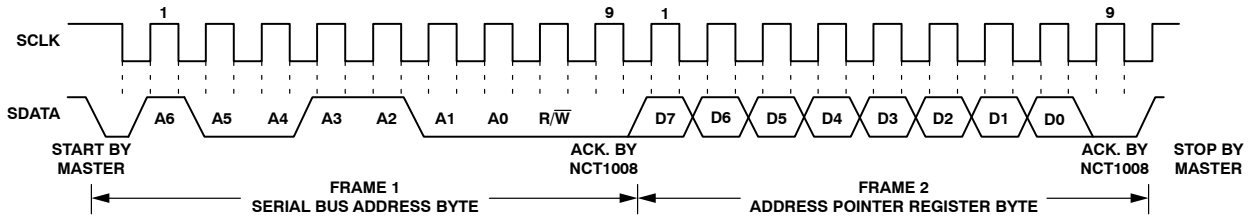
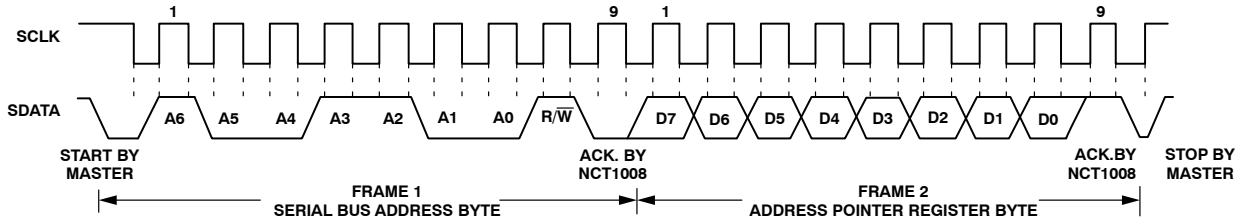

Figure 16. Writing to the Address Pointer Register Only
Figure 17. Reading Data from a Previously Selected Register
- NCT1008のアドレス・ポインタ・レジスタ値が未知かまたは希望の値ではない場合、まずそれを正しい値に設定してから、希望のデータ・レジスタからデータを読み出す必要があります。これは上記のとおり、NCT1008に書き込んで行いますが、レジスタの読み出しアドレスを含むデータ・バイトのみ送信されます。これはアドレス・ポインタ・レジスタにデータが書き込まれないためです。Figure 16を参照してください。次に読み出し操作が実行されます。読み出し操作は、シリアル・バス・アドレス、1にセットされたR/Wビットで構成され、データ・レジスタからのデータ・バイト読み出しがそれに続きます。Figure 17を参照してください。
ができ、Figure 16に示すバス・トランザクションを省略できます。